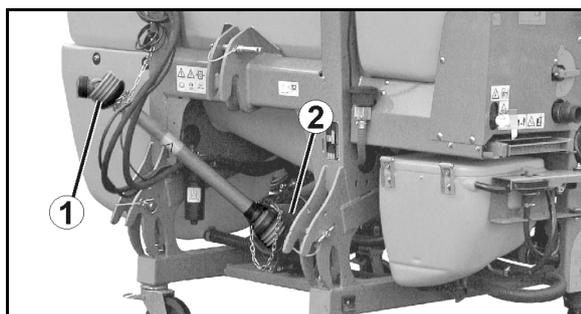

Fig. 9
- Bloccaggio per il trasferimento (Fig. 9/1) sulla barra Q-plus, per evitarne l'apertura indesiderata